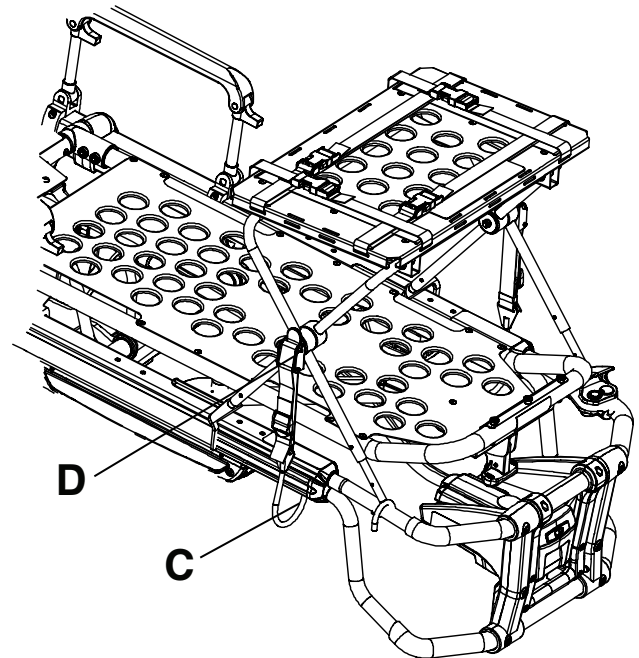
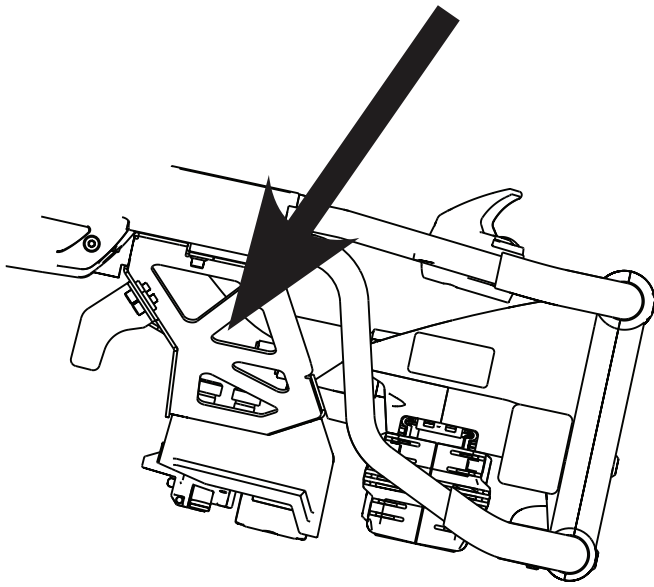

Figura 27 – Colocación del gancho del pasador (se muestra el modelo 6506)
Figura 28 – Lengüeta (se muestra el modelo 6506)
- Coloque el gancho del pasador (C) debajo del bastidor de la mesa o de la sujeción del extremo de los pies, y empuje la lengüeta (D) hacia arriba hasta que se bloquee en su sitio en uno de los lados con un clic audible (Figura 27). Repita la operación en el otro lado. En el caso de las camillas compatibles con **Power-LOAD**, si se incluye, es preciso alargar y fijar las correas a la sujeción del extremo de los pies (Figura 28).